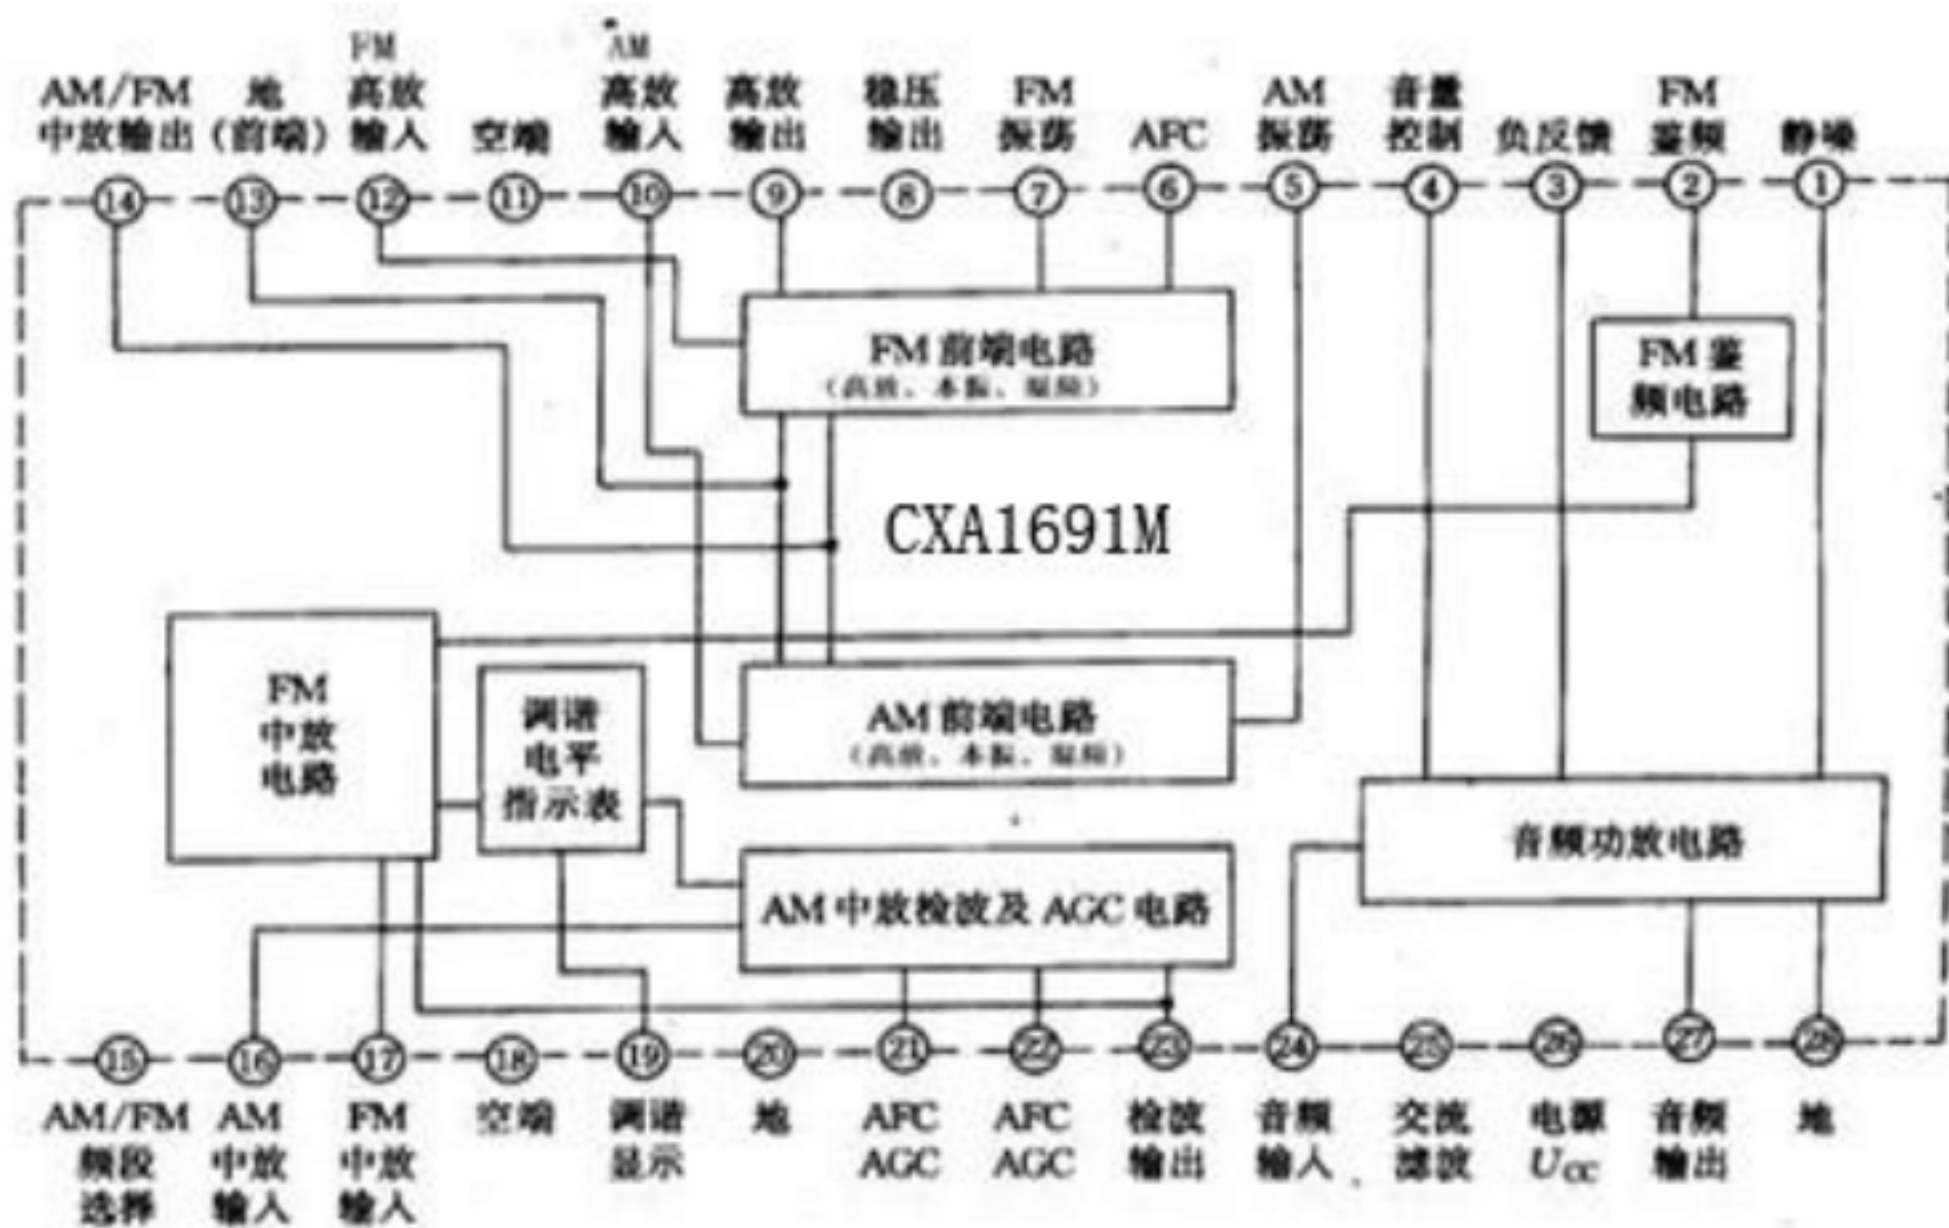

图 3 CXA1691M (CD1691M) 内部方框图
2、本实训中采用的收音机是一种 50 型的 AM/FM 二波段的收音机，此收音机电路主要由大规模集成电路 CXA1691M（CD1691M）组成。由于集成电路内部不便制作电感、电容和大电阻以及可调元件，故外围元件多以电感、电容和电阻及可调元件为主，组成各种控制、谐振、供电、滤波、耦合等电路。50 型收音机电路图如图 2 所示。CXA1691M CD1691M 内部电路图如图 3 所示。